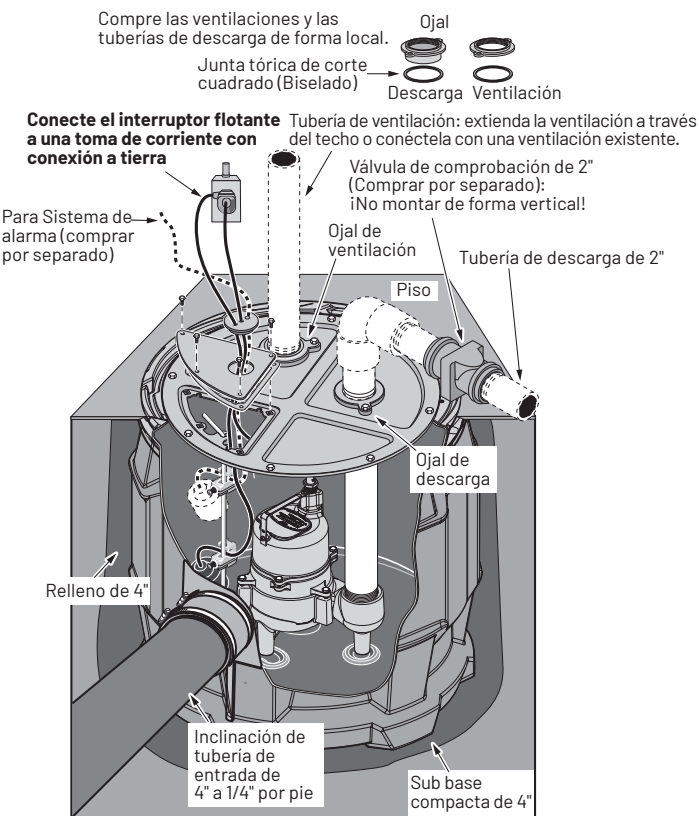

Figura 1: instalación típica
1. Cave el agujero para el recipiente de aguas residuales y la sub base. El agujero debe ser suficientemente profundo para que el piso terminado esté nivelado con la parte superior del recipiente (Figura 1). La sub base requiere 4" de arena o gravilla/piedra machacada. Las piezas de piedra machacada no deben ser mayores que 1/2", mientras que el diámetro recomendado de las piezas de gravilla no debe superar los 3/4".
8. Instale la válvula de comprobación de 2" en la posición horizontal de la tubería de descarga (Figura 1). Asegúrese de que la flecha de indicación de flujo apunte hacia la dirección contraria de la bomba. Esta válvula de comprobación impedirá que el agua vuelva al recipiente cuando la bomba no está en funcionamiento.